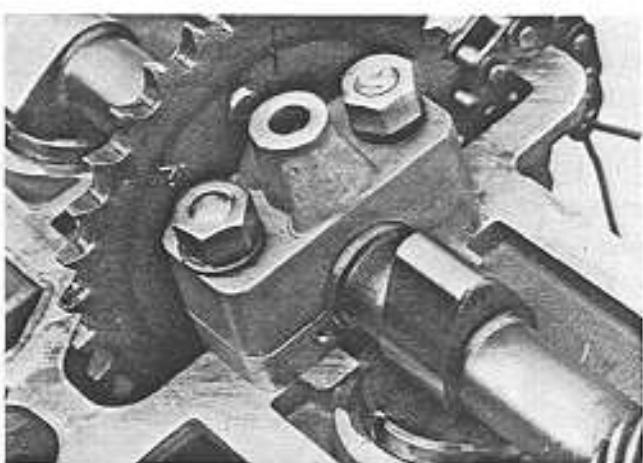

Fig. 21
- Ciascun asse a camme deve essere installato posizionandolo in modo tale che nessun eccentrico spinga verso il basso la propria punteria (Fig. 21).
- The camshafts should be positioned so that the tappets are not pushed down by the cams (Fig. 21).